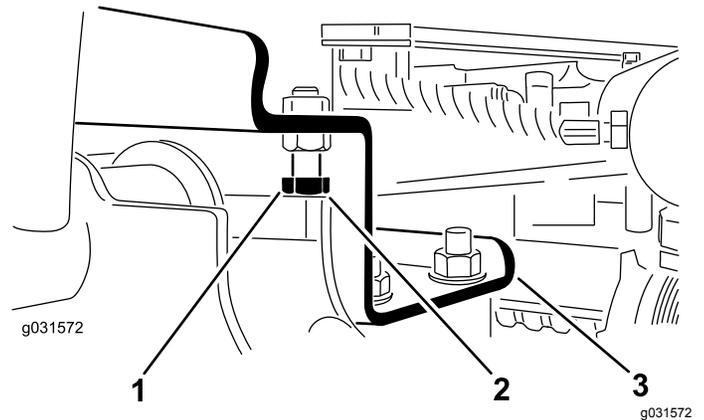

Figure 12
A. Desserrez les boulons d'arrêt (Figure 12).
2. Vérifiez que l'écartement entre chaque bras de levage et le boulon d'arrêt est compris entre 0,13 et 1,02 mm, comme montré à la Figure 12.